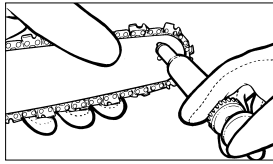

Abb. 23
3. Stecken Sie die Nadelspitze der Ölspritze (Option) in das Ölloch und spritzen Sie das Öl hinein, bis es an der Aussenseite der Zahnung hervortritt (Abb. 23).